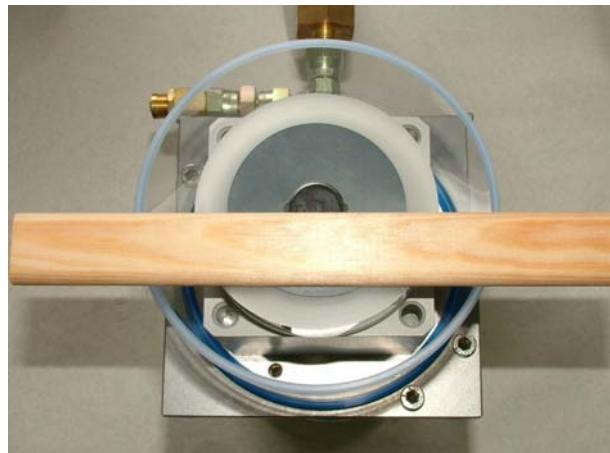

Fig. 9: Allineamento della guarnizione in gomma tonda
- Posizionare la guarnizione in gomma tonda e con l'aiuto di una riga appoggiata sul rivestimento termico, allinearla parallelamente al cilindro (cfr. Fig. 9, i fori a mezza luna devono trovarsi successivamente sotto le aperture della valvola).